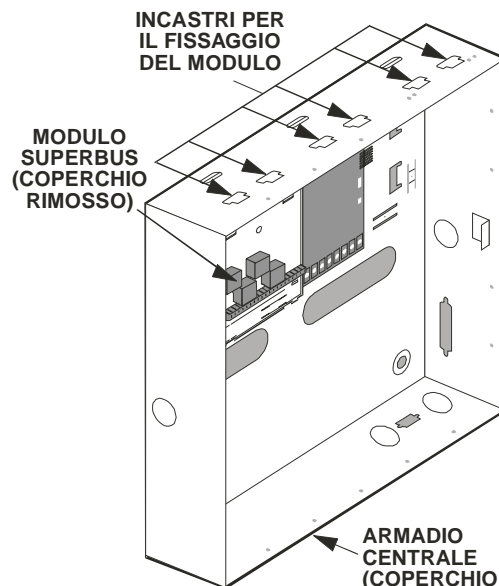

Figura 4: Fissaggio Modulo dentro l'armadio della centrale
4. Fate scorrere la base di supporto del modulo sopra i due incastri posizionati nella parte alta (al centro, a destra o a sinistra) dell'armadio. (Figura 4)